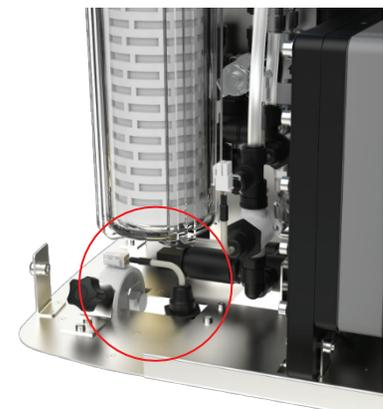

Fig 2
1. LOCALISEZ le détecteur de fuites en bas à gauche de l'appareil. (Fig. 2)